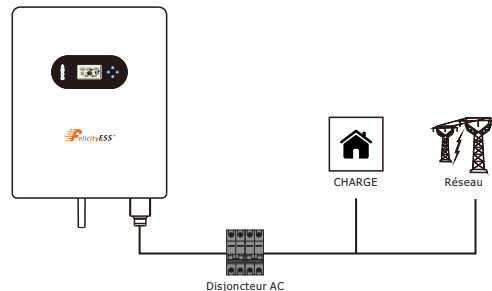

Figure 4.3-2 Raccordement du disjoncteur AC
1. Côté CA, un disjoncteur individuel doit être installé entre l'onduleur et le réseau, avant les charges. Voir Figure 4.3-2.